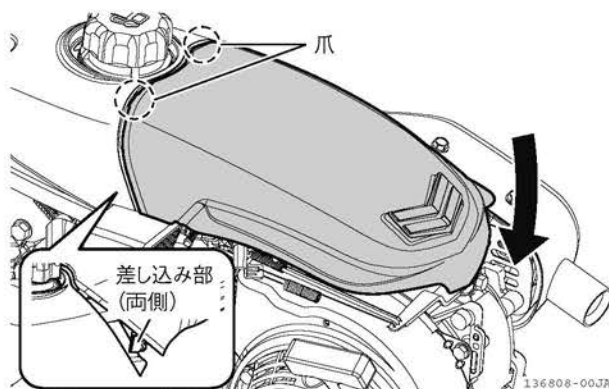

図 4-37 ボンネット
7. ボンネットを取り付けるときは、上部2カ所の爪を燃料タンクカバーに差し込み、両側の差し込み部を燃料タンクカバーに合わせてボンネットを下ろします。(図 4-37)